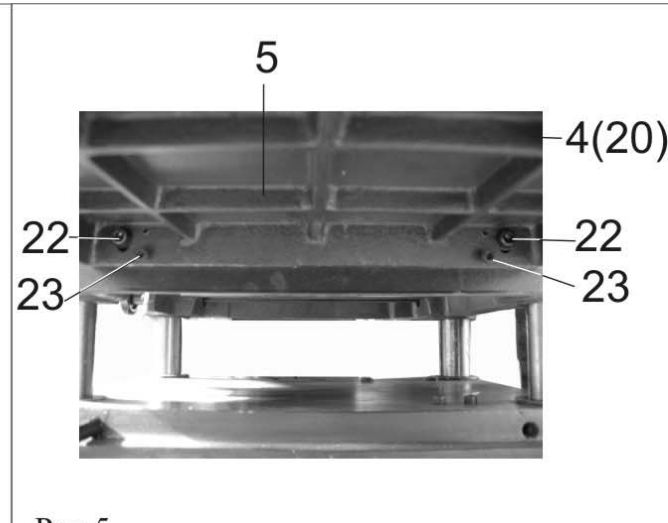

Рис.5
8.2.3. Как показано на Рис.5, используя детали крепления (Ж) и шестигранные ключи (Д) (п.3.1), с обеих сторон рабочего стола (5) установите и на одном уровне с рабочим столом (5) закрепите болтами (22) приёмный стол (20) и стол подачи (4). Регулировочными болтами (23) выставите положение рабочей поверхности столов приёмного и подачи (4 и 20) в одной плоскости с рабочей поверхностью рабочего стола (5).